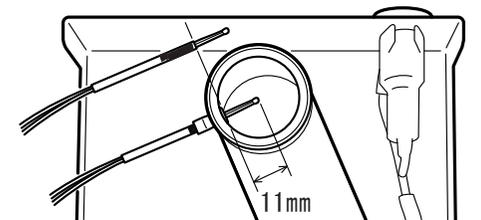

図4
- ④新しいセンサーに交換します。センサーを正しい位置まで入れ、ハトメをラジオペンチで押さえ固定します。(図4参照)
- ⑤逆の順序で組み立てます。
- ⑥電源を入れ、温度を確認します。温度調節つまみを250°Cに設定します。吹き出し口カバーの中心で温度を測ります。250°C位が目安です。温度差が大きい場合は基板上のボリューム(VR1)にて調整します。